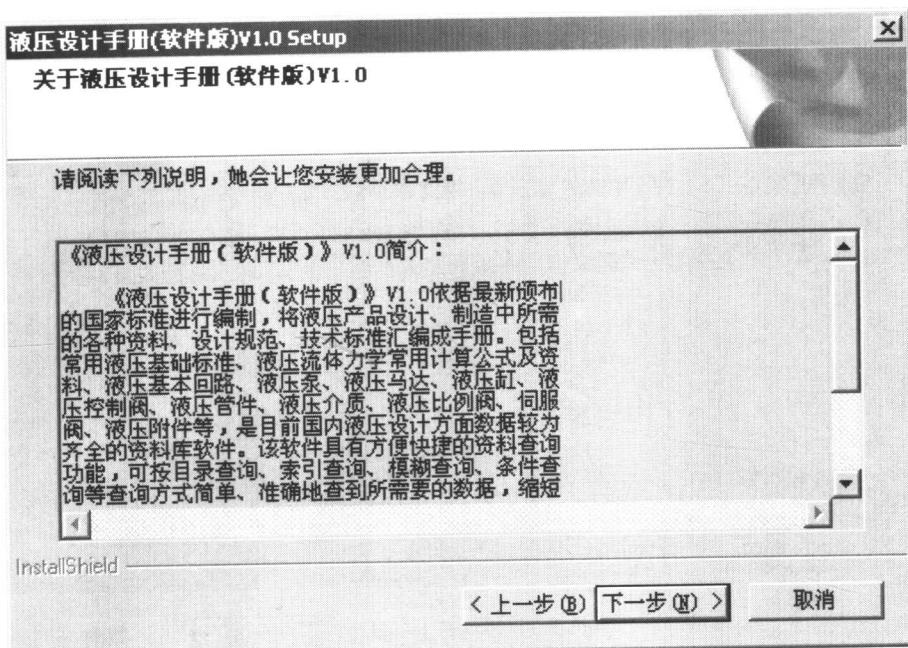

图 1.3 软件信息界面
(4) 进入软件信息界面, 如图 1.3 所示。界面中概要介绍了《液压设计手册(软件版)》V1.0 的主要功能, 单击“下一步”按钮。